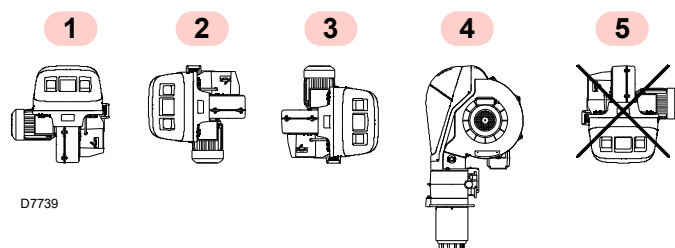

Abb. 8
- Der Brenner ist ausschließlich für den Betrieb in den Stellungen 1, 2, 3 und 4 (Abb. 8) ausgelegt.